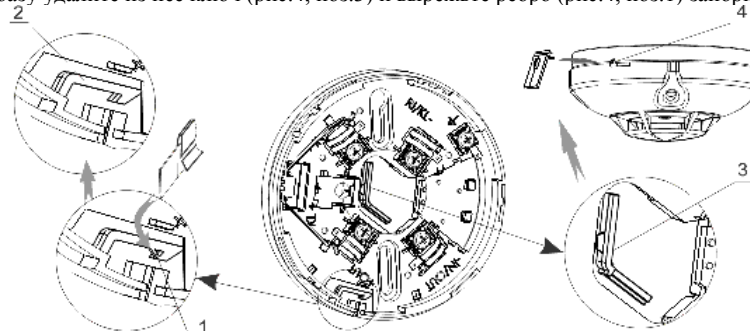

Рисунок 4
Перед установкой извещателя на базу удалите из нее ключ (рис.4, поз.3) и вырежьте ребро (рис.4, поз.1) запорного пальца (рис.4, поз.2).
5.6 При демонтаже извещателя вставьте ключ (рис.4, поз.3) в прорезь (рис.4, поз.4), надавите вовнутрь и одновременно с этим поверните извещатель в направлении «против часовой стрелки». Затем выньте ключ из прорези, а пожарный извещатель поворачивайте в том же направлении до его отделения от базы.